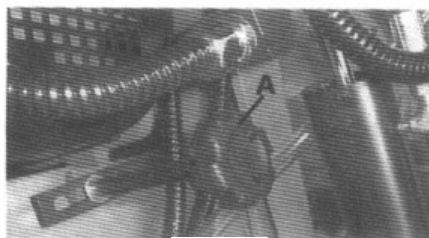

Рис. 5
2. Ослабьте натяжение ремня, отпустив ручку замка натяжения (A) Рис.5. и позволив двигателю качнуться вперед.
5. Регулируйте натяжение ремня, вращая двигатель назад до получения отклонения ремня, равного примерно $1/2''$, в межосевом промежутке шкивов при помощи легкого нажатия пальцем. Затем затяните ручку замка натяжения (A) Рис.5. и регулярно проверяйте ее работу.